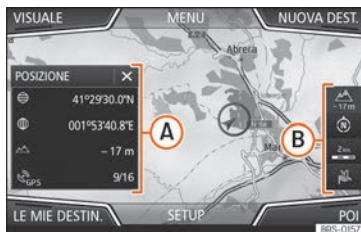

Fig. 199 Il menu principale della navigazione
**(VISTA)** Modificare la visualizzazione della cartina o disattivare la finestra supplementare e mostrare i POI »» fig. 199 (A) »» pag. 213.
**(SETUP)** Apre il menu **Impostazioni Navigazione** »» fig. 199.